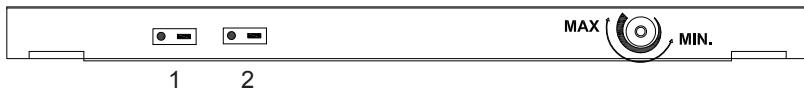

Afb. 3
Zie afb. 3
4. Plaats de nieuwe veer. Zie fig. 3. De veer dient met de in het gaas getrokken te worden terwijl de veerhouder in de aluminium strip wordt geplaatst. Vergrendel het geheel. Montere de bus en de as.